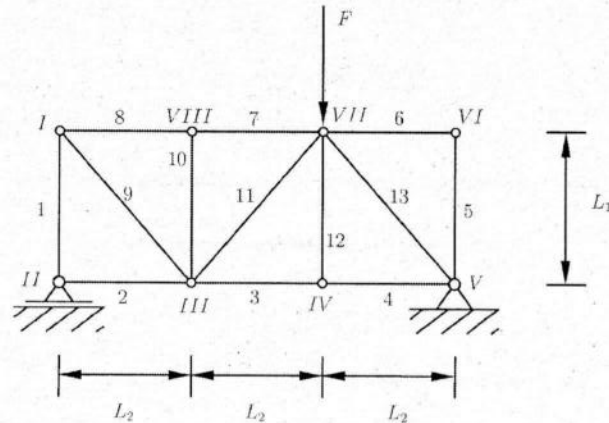

Abbildung 1.10: Durch Fest- und Loslager gelagertes Fachwerk.
- 1.9) Überprüfen Sie für das in Abb. 1.10 dargestellte Fachwerk, ob das notwendige Kriterium für statische Bestimmtheit erfüllt ist. Geben Sie zudem alle Nullstäbe an.